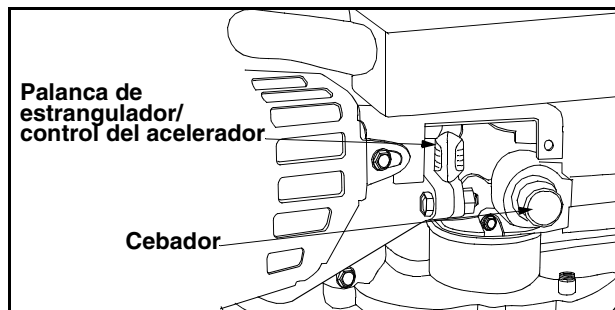

Figura 8
- Mover la palanca de estrangulador/control del acelerador a la posición ESTRANGULADOR. (Un motor caliente no siempre requiere el uso del estrangulador.) Ver la figura 8.